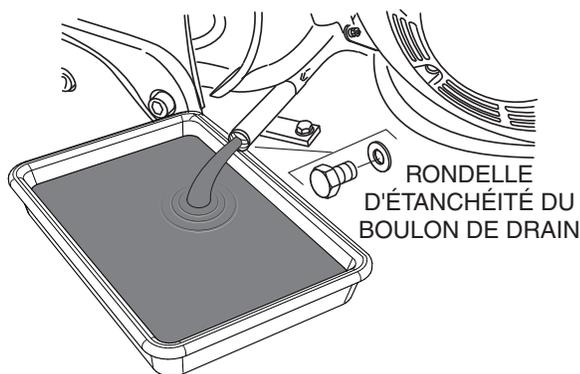

Figure 23. Vidange de l'huile moteur
- Retirer le boulon de vidange d'huile (Figure 23) et la rondelle d'étanchéité et laisser l'huile s'écouler dans un récipient approprié.